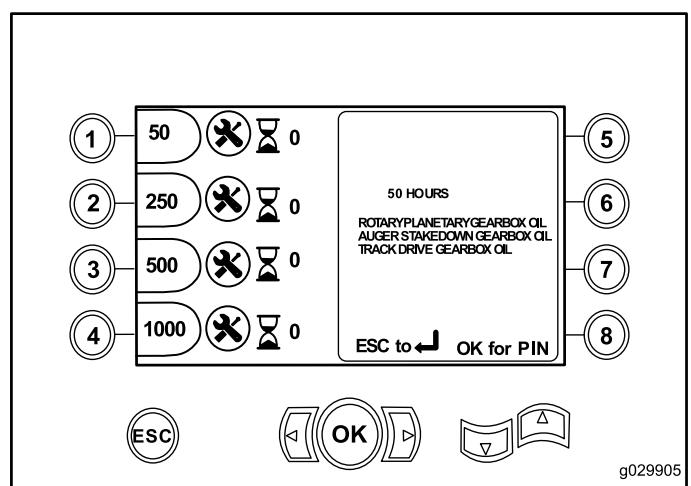

Figura 12
- Botón 1 – 50 horas (Figura 12)